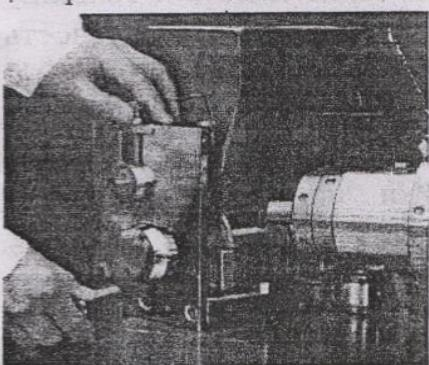
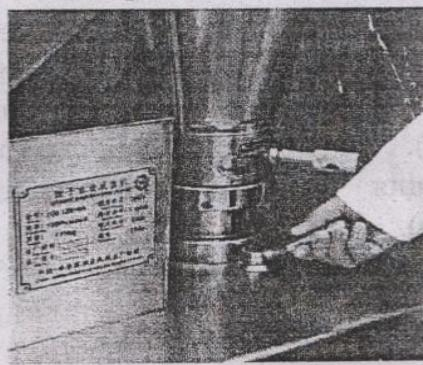

рис.3
рис.4
избежание износа деталей. После этого включить электросилу, пустить машину в движение вхолостую и убедиться в правильности направления вращения. При этом направления вращения шнека должно совпадать с указанным. Не допускает обратное направление вращения. И только после этого ручка переключается на положение “ПУСК” (рис.4) до нормального вращения.
Сначала оттянуть фиксирующий штифт(2), повернуть рамку для формирования изделий на 90° по часовой стрелке(см. Рис.3). Заполните бункер для фарша(21) фаршами. Переключить ручку сцепления (25) на положение “Пуск” (см. Рис.4) и регулировочную ручку (22) на нужное место.Фиксировать вращением ручку (см.рис.5).Подключить машину и начать испытание на фарш.После определенного промежутка времени (1-2мин.) протекание фарша стало равномерное без перерыва.Ручка(25) переключить на положение “Стоп” . Остановить подачу фарша и машина была подготовлена к работе.